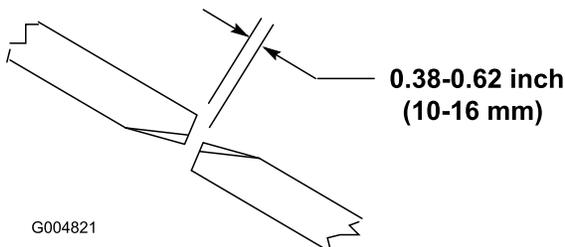

Figura 25
Per garantire il funzionamento ottimale dell'apparato di taglio occorre una luce di 10-16 mm tra la punta delle lame degli apparati di taglio laterali e quelle dell'apparato centrale (Figura 25).
2. Ruotare una lama centrale ed una laterale adiacente in modo che le punte delle loro lame siano allineate. Misurare la distanza tra le punte delle lame, che deve essere di 10-16 mm circa (Figura 25).